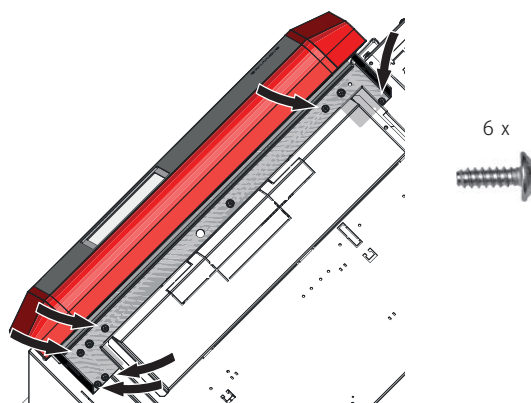

Fig. 74 Avvitare il pannello di comando in alto internamente con 6 viti autofilettanti
► Avvitare il pannello di comando in alto internamente con 6 viti autofilettanti – Fig. 74.